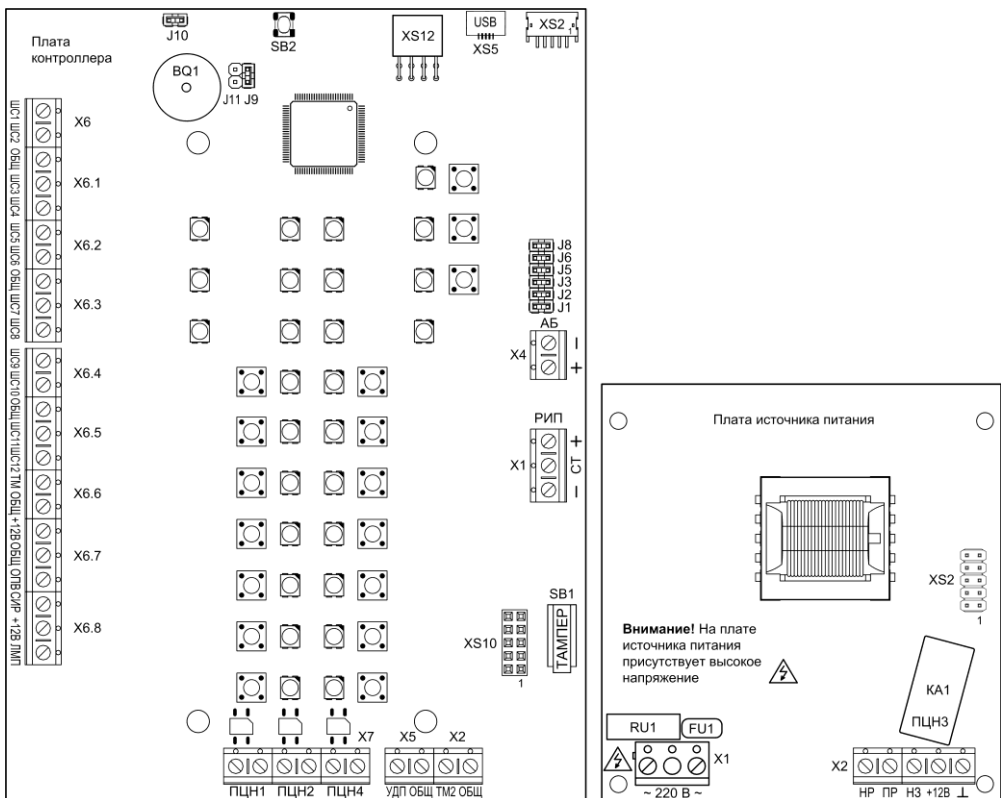

Рис.1 Внешний вид платы контроллера Гранит-12 и платы источника питания
Прибор состоит из корпуса и съёмной крышки. В корпусе расположены плата контроллера и плата источника питания (рис.1). На плате контроллера установлена панель индикации и управления (рис.2).
3.1 На плате контроллера (рис.1) расположены следующие элементы:
3.3 На плате источника питания (рис.1) расположены следующие элементы: